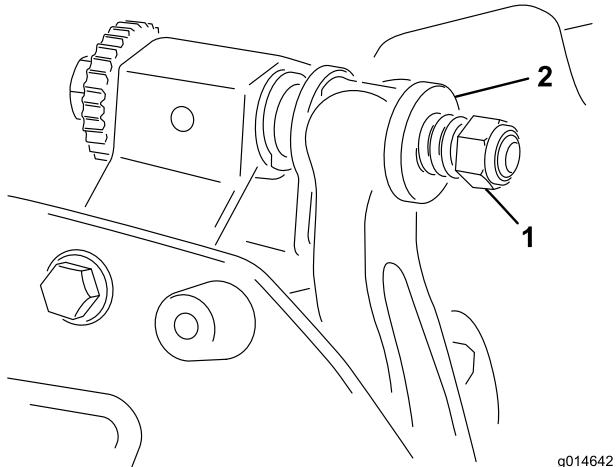

図 19
- スプリングがつぶれるまでテンション・ナットを締め、そこから半回転戻す（図 19）。